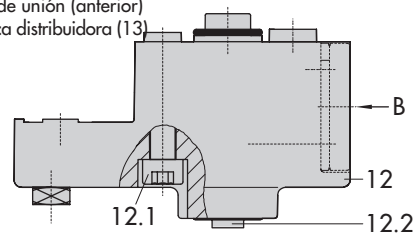

Fig. 4 · Montaje directo – conexión de la presión de mando en el accionamiento Tipo 3277 de 240, 350 y 700 cm²
1. Colocar el dispositivo de arrastre (3) en el vástago del posicionador, alinearlos y fijarlo de forma que el tornillo de fijación quede bien alojado en el encaje del vástago.
2. Fijar la placa intermedia (10) con la parte saliente más estrecha (fig. 4 izquierda) hacia la conexión de la presión de mando, la junta plana (14) tiene que quedar del lado del puente del accionamiento.
3. En el accionamiento de 700 cm² desatornillar el pin (2) colocado en la posición **35** de la palanca **M** (1) y atornillarlo en la posición **50**.
6. Comprobar que la lengüeta de la junta (16), lateral al bloque de unión, está encima del símbolo del accionamiento que corresponde con la ejecución del accionamiento “vástago saliendo” o “vástago entrando”. Si es necesario, desatornillar los tres tornillos de fijación, levantar la tapa, girar la junta (16) 180° y volver a fijarlo.
En la ejecución anterior de bloques de unión (fig. 4 abajo) es necesario girar la placa distribuidora (13) hasta que la marca indique el símbolo que corresponde a la ejecución del accionamiento.
7. Montar el bloque de unión (12) con sus juntas al posicionador y fijarlo al puente del accionamiento con los tornillos (12.1). En accionamientos “vástago entrando” se tiene que sacar el tapón (12.2) y montar el tubo para la presión de mando.
8. Montar la tapa posterior (11). Al hacerlo prestar atención para que una vez instalada la válvula el tapón de desaireación apunte hacia abajo, para asegurar la evacuación de posibles condensados.